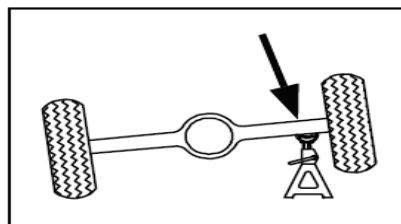

Figure 5
3. Retirer le poignée du cric du socket et utiliser l'entaille ; engager le poignée avec le soupape de décharge. Lentement tourner le soupape, ne dépasse 1/2 chaque tour (voir fig.5).
→ Le cric est uniquement un appareil de levage, la charge doit être maintenue par d'autres moyens appropriés (voir Figure 5).